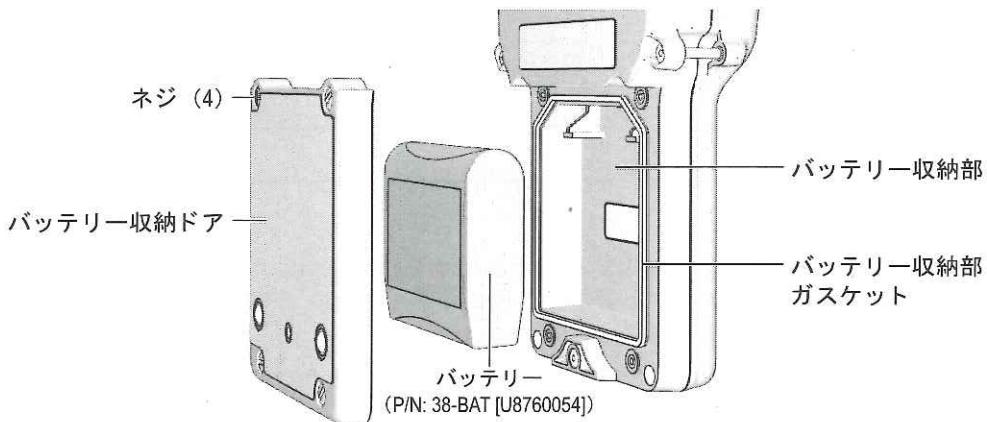

図 2-4 バッテリー収納部を開ける
バッテリは、38DL PLUS の背面の収納部にあります（32 ページ図 2-4 参照）。
6. 装置の背面にあるバッテリー収納カバーの 4 本のネジを緩めます (32 ページ図 2-4 参照)。